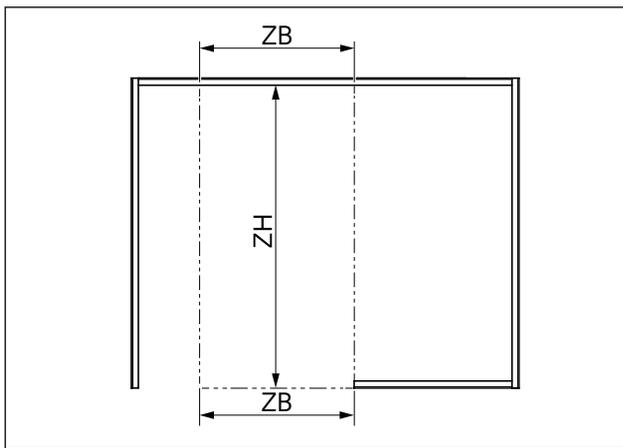

Abb. 19 Beispiel für die Abmessungen für den Einbau der Zarge am Montageort
2. Die Abmessungen für den Einbau der Zarge aus der projektbezogenen Anlagenzeichnung mit dem Montageort (Abb. 19) abgleichen.